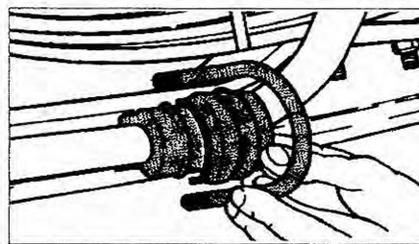

Рис. 5.15. Снимите стремянку и фиксатор, снимите резиновую опору со стабилизатора поперечной устойчивости.
4. Снимите стремянку и фиксатор, снимите резиновую опору со стабилизатора поперечной устойчивости (рис. 5.15).